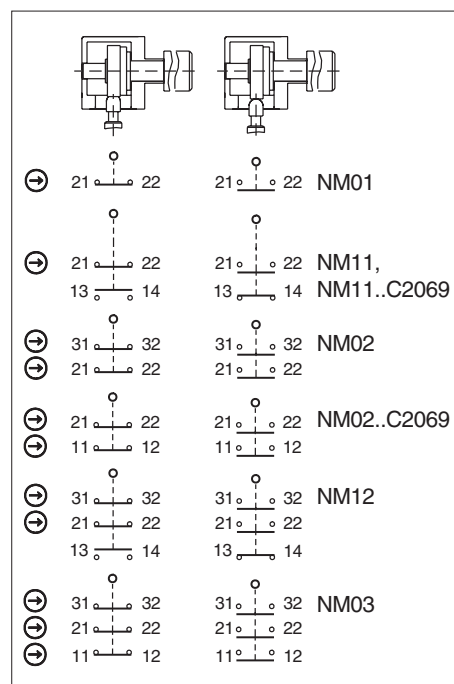

Bild 3: Schaltelemente und Schaltfunktionen
Es muss mindestens ein Kontakt \ominus verwendet werden. Dieser signalisiert die Stellung der Schutzeinrichtung (Kontaktbelegung siehe Bild 3).
3. Anschließen und Klemmen mit 0,5 Nm anziehen (Kontaktbelegung siehe Bild 3).